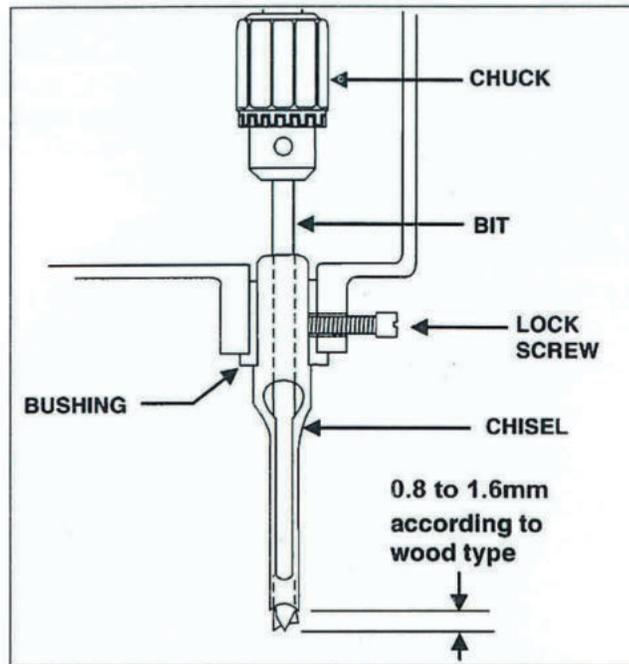

FIGURA 2
1. Afloje el tornillo de bloqueo, que se muestra en la Figura 2.